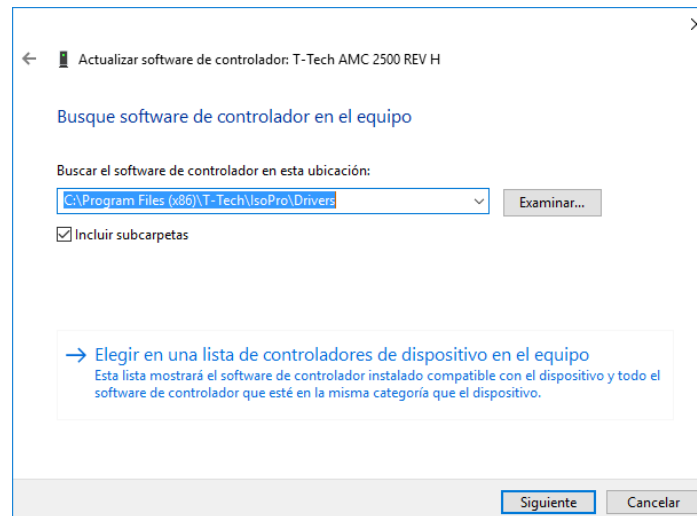

Figura 25. Seleccione la carpeta contenedora del controlador.
- ✓ selecciona la ubicación **C:\Program Files (x86)\T-Tech\IsoPro\Drivers**. Refiérase a la figura 25.